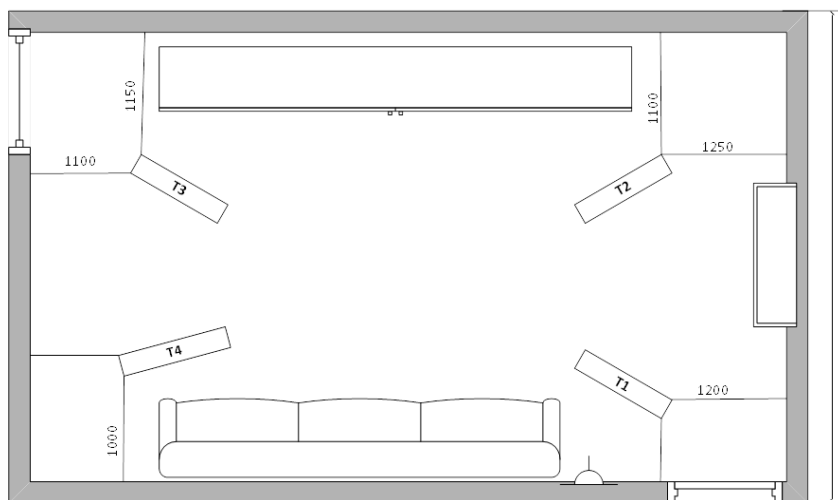

Рисунок 9.
- Ударную машину следует устанавливать не менее чем в трех точках на испытуемом перекрытии (рекомендуемое количество точек измерения – 4), при этом продольная ось ударной машины должна составлять с осями балок или ребер длинной стороны перекрытия угол 45°. Точки установки ударной машины должны отстоять друг от друга не менее чем на 0,7 м. Расстояние между ударной машиной и ограждающими конструкциями должно быть не менее 0,5 м (Рис. 9).